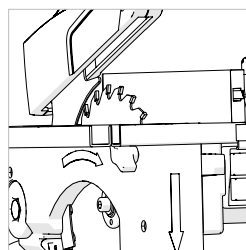

Fig. 21
- Deslice el conjunto de la valla hasta la hoja, levantando la protección de la hoja a mano para que la guarda descansa a lo largo de la hoja y por debajo de la protección. **(Fig.21)**